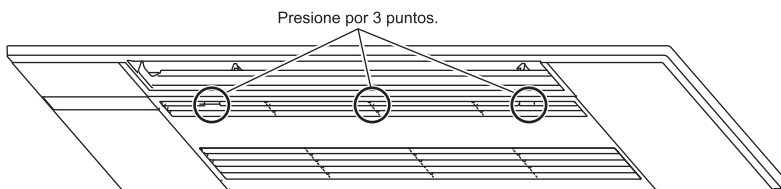

Fig. 11
- Cierre la rejilla de entrada. (Fig. 11)